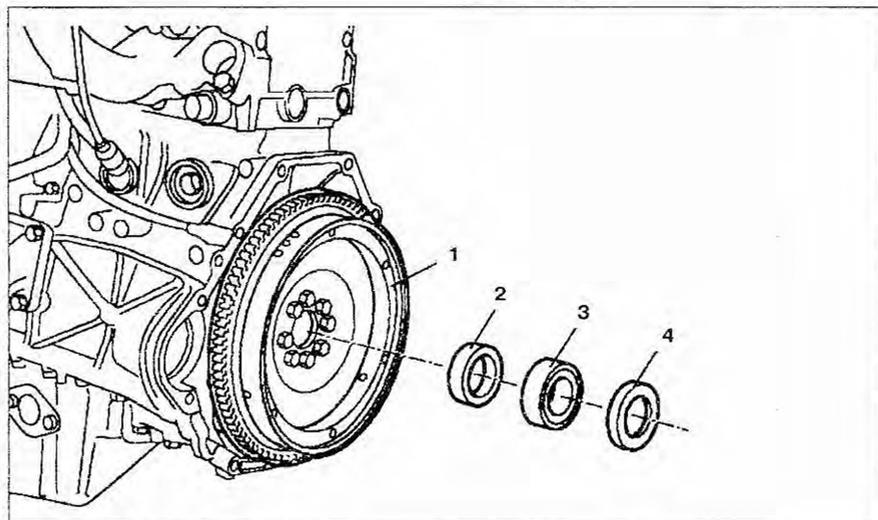

Рис. 2.52. Шариковый подшипник коленчатого вала:
2. Снимите шариковый подшипник **3** вместе с замыкающим кольцом **4** (рис. 2.52).